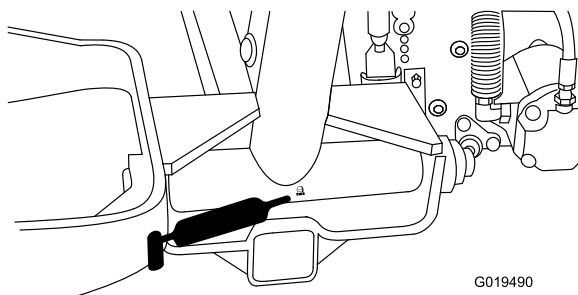

Bild 49
- Hubarm-Drehbüchsen (3) (Bild 49).